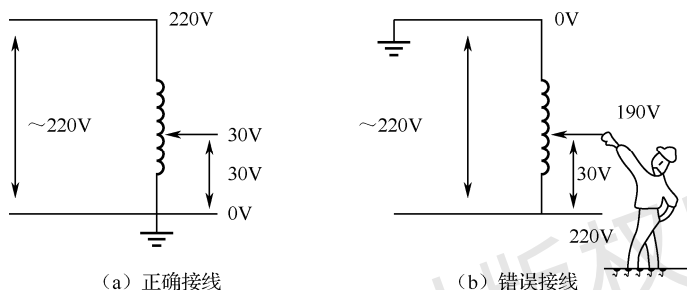

图 3-2 单相自耦变压器的接法
(1) 因一次、二次绕组是相通的，高压侧（电源）的电气故障会波及低压侧，如高压绕组绝缘被破坏，高电压可直接进入低压侧，这是很不安全的，所以低压侧应有防止过电压的保护措施。
(2) 如果在自耦变压器的输入端把相线和零线接反，虽然二次侧输出电压大小不变，仍可正常工作，但这时输出“零线”已经为“高电位”，是非常危险的，如图 3-2 所示。